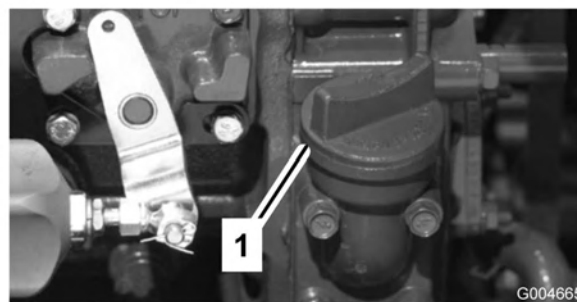

Figure 6
4. Si le niveau n'atteint pas le repère du plein, enlevez le bouchon de remplissage (Figure 6) et faites l'appoint jusqu'à ce que le niveau correct soit atteint. **Ne remplissez pas excessivement.**